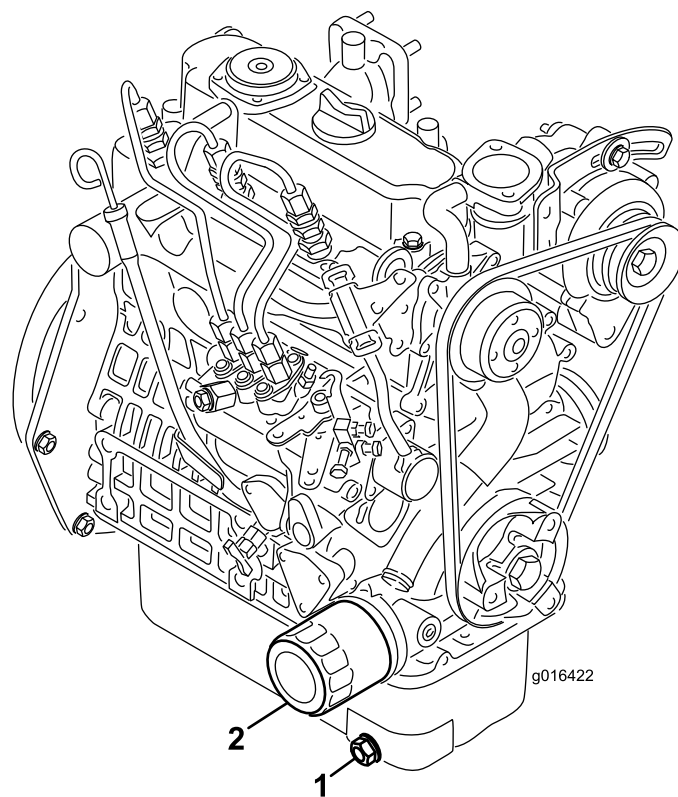

图34
1. 拆下排油塞（图34），让油流入放油盘。油不再流时，安装排油塞。